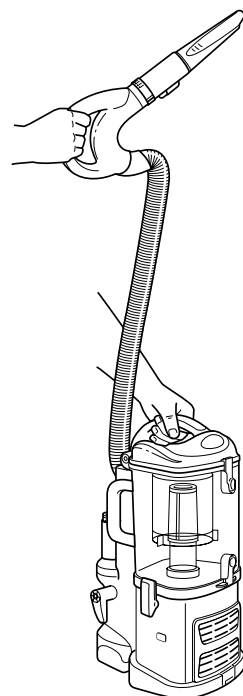

Fig. 15
- 4 Faites glisser l'interrupteur d'alimentation (« ON/OFF ») à la position « I » pour nettoyer des surfaces élevées et tenez la poignée d'une main tout en transportant l'aspirateur portable Lift-Away de l'autre main pour vous déplacer dans toutes les pièces. (Fig. 15)